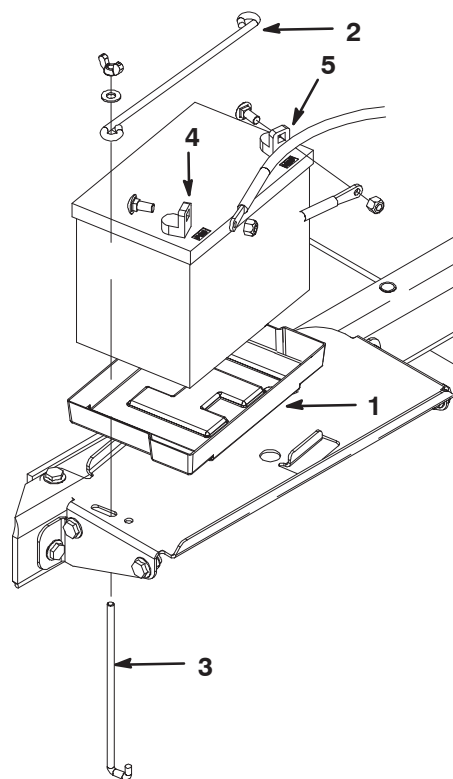

Figure 5
- Insérez la batterie dans le support de son logement (Fig. 5) en veillant à tourner les bornes vers l'extérieur.
- Fixez la batterie au fond de son logement avec une tige horizontale et (2) tiges verticales, (2) rondelles plates et (2) écrous papillons (Fig. 5).
- Commencez par fixer le câble positif (rouge) à la borne positive (+) de la batterie au moyen d'un boulon et d'un écrou (Fig. 5). Fixez ensuite le câble négatif (noir) à la borne négative (-) de la même manière (Fig. 5). Placez le capuchon protecteur sur la borne positive pour éviter les courts-circuits.